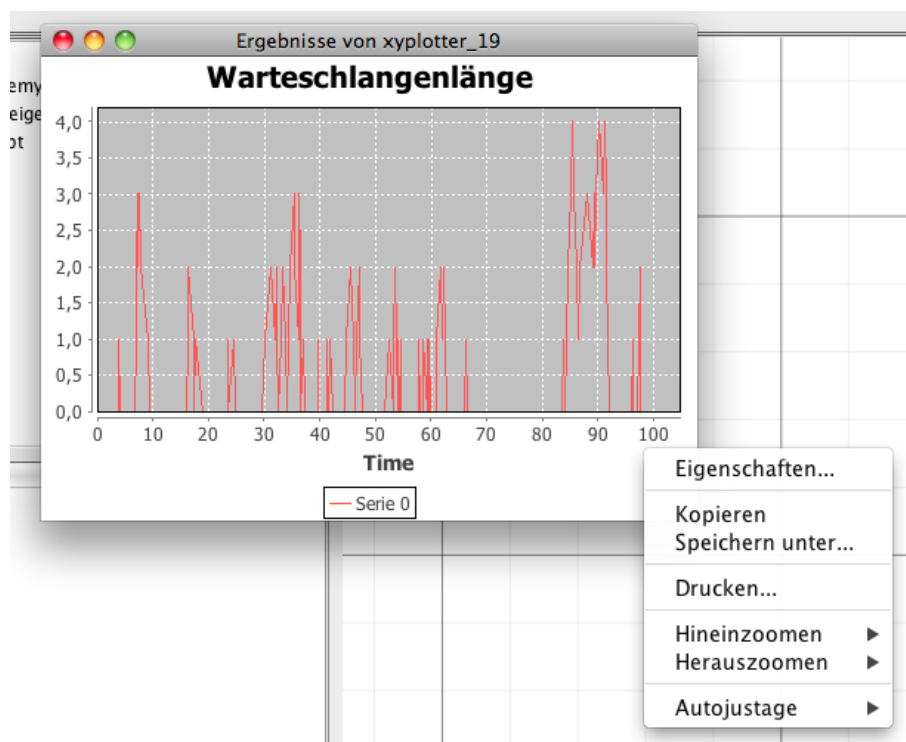

Abbildung 1.9: Ansicht eines Ergebnisdialogs mit Kontextmenü.
z.B. XYPlotter. Alle Elemente, die diese Fähigkeit haben, befinden sich in der Bibliothek unter dem Eintrag Anzeige. Sobald Ergebnisse für das Element vorhanden sind, ist der Menüeintrag aktiv und es können die Ergebnisse angezeigt werden. Es wird ein Fenster geöffnet, in dem die Ergebnisse in einem Diagramm dargestellt werden (siehe Abbildung 1.9).